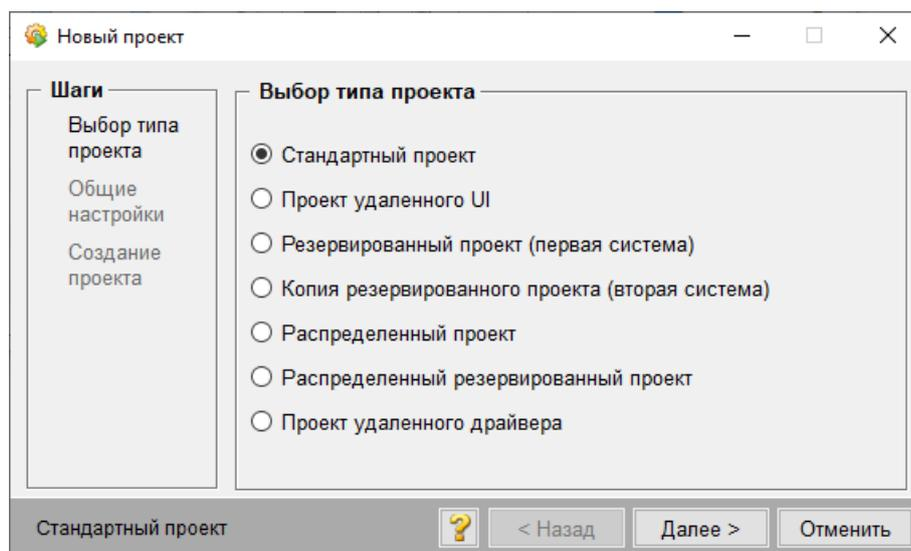

Рисунок 6 – Создание нового проекта
- 3) Выберите в открывшемся окне опцию «Стандартный проект» и нажмите кнопку [Далее >] (рисунок 6).